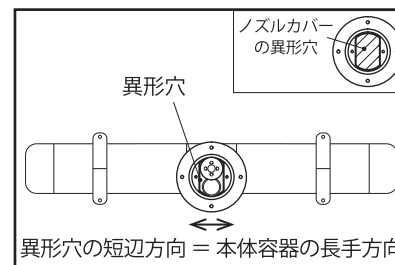

図6
④で熱感知ノズルを取り付ける際、ノズルカバーの異形穴の短辺方向が、本体容器の長手方向になります(図6)。穴の向きに注意して、直径 5.5mm の穴に化粧ビス(白)※1 を4本使用して、天井に確実に固定してください。